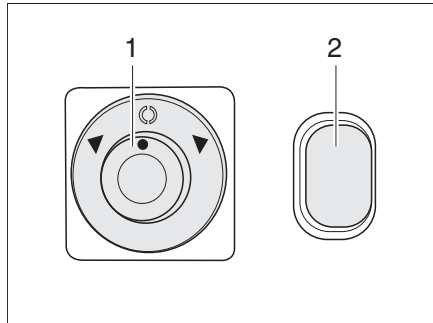

Bild 24 Reglage för elmanövrerade ytterspeglar och spegelvärme
- Bestäm vilken spegel som ska ställas in. Vrid för detta vridströmställaren (Bild 24,1) åt vänster eller höger.
- Ställ in spegeln genom att trycka knappen (Bild 24,1) i motsvarande riktning.
- Tryck på brytaren (Bild 24,2). Kontrolllampan på brytaren lyser orange och visar att funktionen aktiverats.